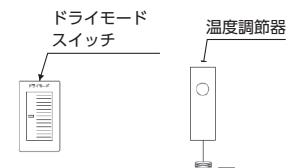

図 2-11 ドライモードスイッチ / 温度調節器
- ・ 過冷却後の再熱により除湿性能を UP します。(図 2-11 参照)
- ・ コイル出口温度が温度調節器で設定した温度以下の場合、ドライモジュールを運転します。(図 2-11 参照)